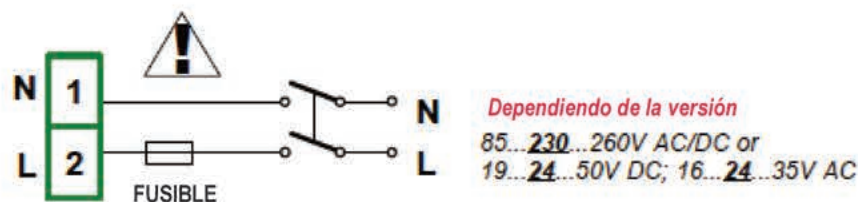

Fig. 4.6. Conexión de fuente de alimentación
- La unidad no está equipada con un fusible interno o un disyuntor de la fuente de alimentación. Debido a esto, se debe usar un fusible externo de corte de retardo de tiempo con un valor de corriente nominal pequeño (bipolar recomendado, máx. 2A) y un interruptor de circuito de la fuente de alimentación cerca de la unidad (**Fig. 4.6**). En caso de utilizar un fusible monopolar debe montarse en el cable activo (L).